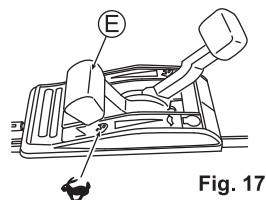

Fig. 17
2. Coloque a alavanca do acelerador (E) em "STOP" para começar a cortar. (Veja a fig. 17)